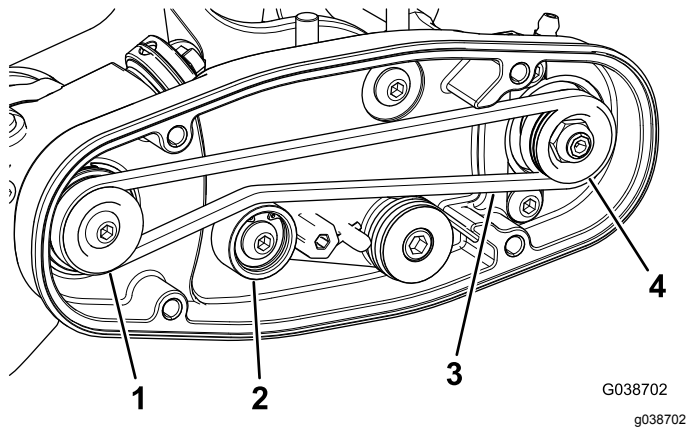

图13
- 先缠绕**驱动**皮带轮周围的皮带然后再缠绕怠轮皮带轮顶部上方的皮带 图13。